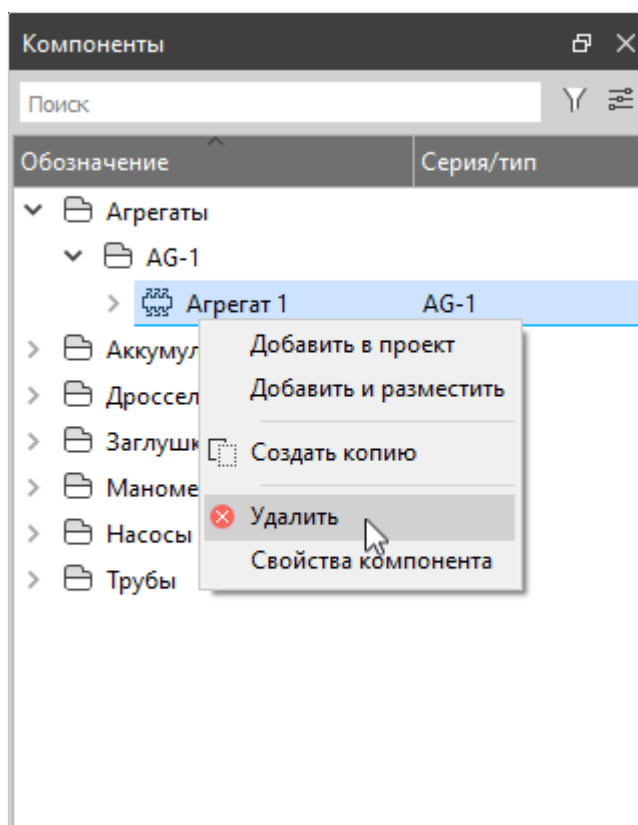

Рисунок 117. Удаление компонента из базы компонентов
- 1) В плавающем окне «Компоненты» (см. Плавающее окно «Компоненты») щелкнуть правой кнопкой мыши по требуемому компоненту и в контекстном меню выбрать команду «Удалить» (см. рисунок 117):